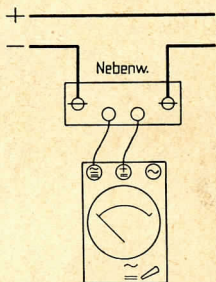

Abb. 4
men  und  des Instruments durch Verbindungsleitungen verbinden. (Abb. 4.)
3. Klemmen des Nebenwiderstandes nach Abb. 4 in den Stromkreis schalten.